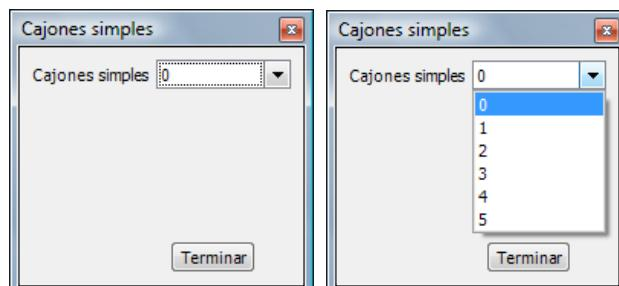

Figura 74 (cajones simples)
- **Cajones**: pinchando sobre el botón **cajones simples** se selecciona el número de cajones simples que va a tener el módulo, mediante una lista desplegable con la opción de seleccionar hasta seis cajones simples. Una vez seleccionado el número de cajones, se pincha *terminar*. En la siguiente figura 74 se muestra el formulario de cajones simples y su lista desplegable.